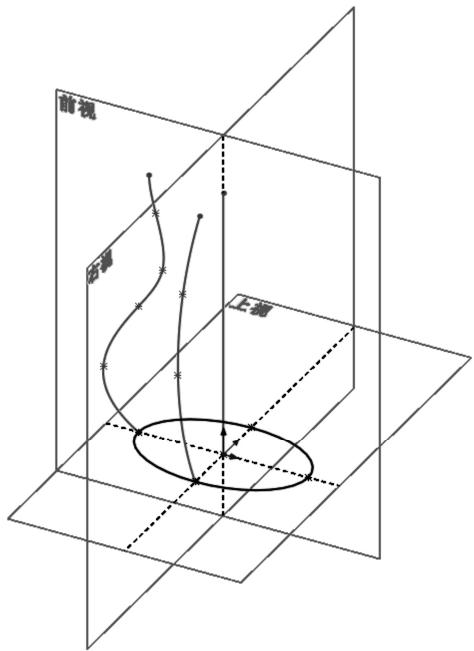

图 6-48 在上视基准面上绘制扫描轮廓草图
- [5] 在上视基准面上绘制扫描轮廓草图，如图 6-48 所示。单击【关闭草图】按钮。